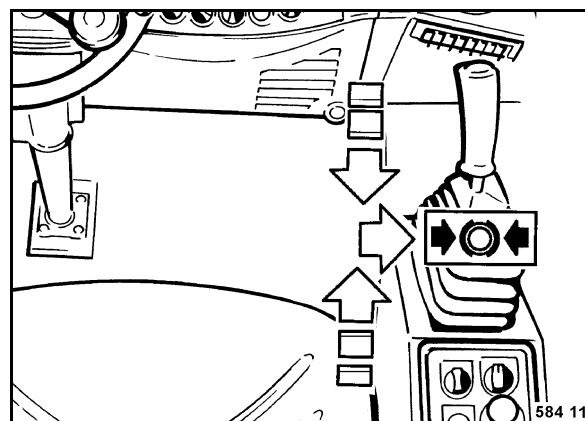

Fig. 48
- Comprobar si la palanca de marcha (Fig. 48) está encajada hacia la derecha en posición de freno.